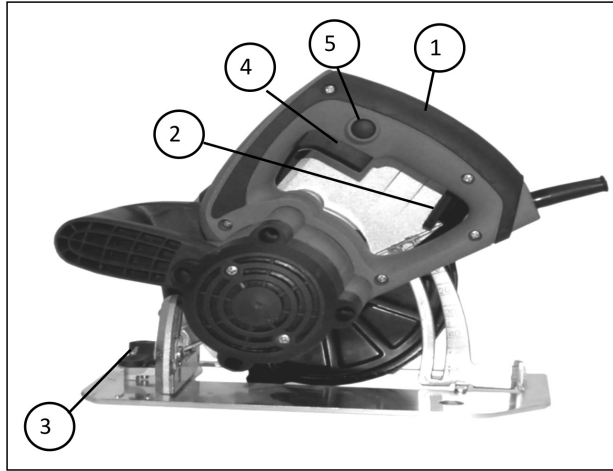

Рис. 2
Для регулировки глубины распила ослабьте ручку регулировки глубины распила (поз. 2, рис. 2). Передвижением опорной платформы вверх или вниз отрегулируйте необходимую глубину распила. Глубина распила может быть отрегулирована в диапазоне от 0 до 85 мм при положении диска 90°. После регулировки глубины распила зафиксируйте ручку регулировки глубины распила.
ручку регулировки ширины распила (поз. 3, рис. 2) и отрегулируйте ширину распила, передвигая направляющую вправо или влево.
2. Сначала включите циркулярную пилу, нажав и удерживая кнопку защитной блокировки кнопки пуска (поз. 5, рис. 2). Затем нажмите кнопку пуска (поз. 4, рис. 2), и дайте пиле набрать максимальные обороты. После чего начинайте обработку пиломатериала.